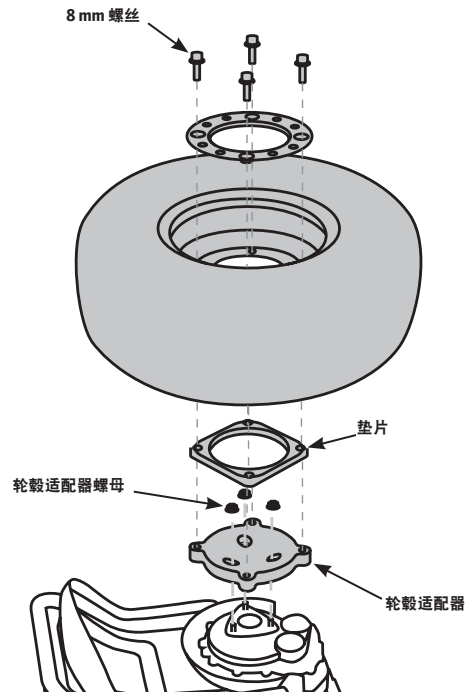

图 74: x2 SE Turf 轮胎/车轮/垫片/轮毂适配器
3. 握住车轮以防止其转动，卸下四颗 8 mm 螺丝（参见图 74）。
4. 将轮胎/车轮组件放到垫片上（参见图 74）。